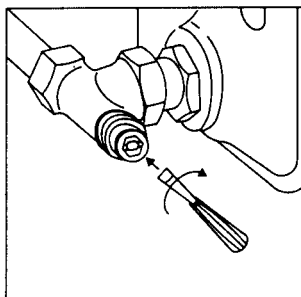

Bild 3
- 1.4 Zuletzt Hohlschraube mit Schraubendreher durch Rechtsdrehen bis zum Anschlag schrauben (Bild 3, nur „Combi 4“).
**Wichtig:** Bei nachträglicher Veränderung der Voreinstellung sollte erst mit dem Schraubendreher (Bild 3) durch kurze Linksdrehung die Hohlschraube gelöst werden. Dann Änderung der Voreinstellung mit dem Sechskantschlüssel SW 4 (1).